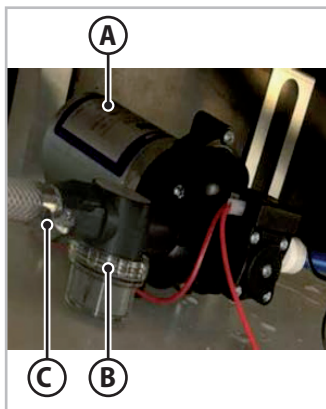

Fig.7.1 - Vandpumpens eksterne filter
3. Tag adgang til vandpumpen (**A** - Fig.7.1) ved at fjerne puderne fra spisesofaen og fjerne låget på drikkevandets tankrum.
4. Skru plastbeslaget (**C** - Fig.7.1), der forbinder filteret med afløbslangen, af.
5. Skru filterets gennemsigtige dæksel (**B** - Fig.7.1) af, og træk filterhuset ud.